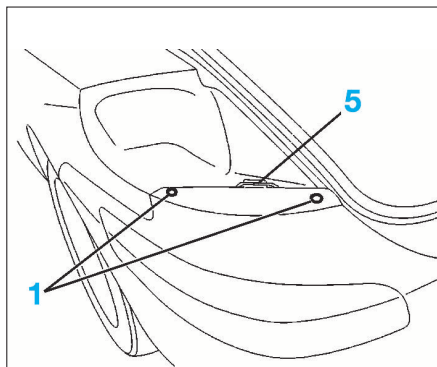

FIG. 115
- les vis de fixation (1) du bouclier situées sous les feux (Fig.115)
- les fixations (5) situées sous les feux (Fig.115).